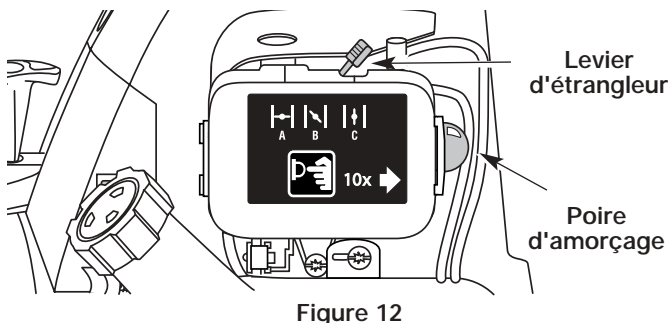

Figure 12
4. Mettez le levier d'étrangleur en position d'étranglement **MAXIMUM (A)** (Fig. 12).
NOTE : Placez le levier d'étrangleur au-dessus du symbole correspondant de l'autocollant du couvercle du filtre à air (Fig. 12).
5. Enfoncez complètement puis relâchez graduellement la poire d'amorçage 10 fois. Vous devriez sentir et voir de l'essence dans la poire (Fig. 12). S'il n'y en a pas, appuyez trois fois de plus ou jusqu'à en voir.
7. L'appareil étant prêt à démarrer et le levier en position d'étranglement **MAXIMUM (A)** (Fig. 12) tirez brusquement sur la corde de démarrage 5 fois. Si le moteur essaie de démarrer avant la cinquième fois, passez à l'étape 8.
8. Mettez le levier d'étrangleur en position **PARTIEL (B)** (Fig. 12).
10. Mettez le levier en position de **MARCHE (C)** (Fig. 12) et laissez tourner à pleins gaz pendant 30 secondes.
2. Mettez le levier d'étrangleur en position **PARTIEL (B)** (Fig. 12).
3. Enfoncez complètement puis relâchez graduellement la poire d'amorçage 10 fois. Vous devriez sentir et voir de l'essence dans la poire (Fig. 12). S'il n'y en a pas, appuyez trois fois de plus ou jusqu'à en voir.
6. Après le démarrage du moteur, mettez le levier en position **MARCHE (C)** (Fig. 12) et laissez tourner à pleins gaz pendant 30 secondes.